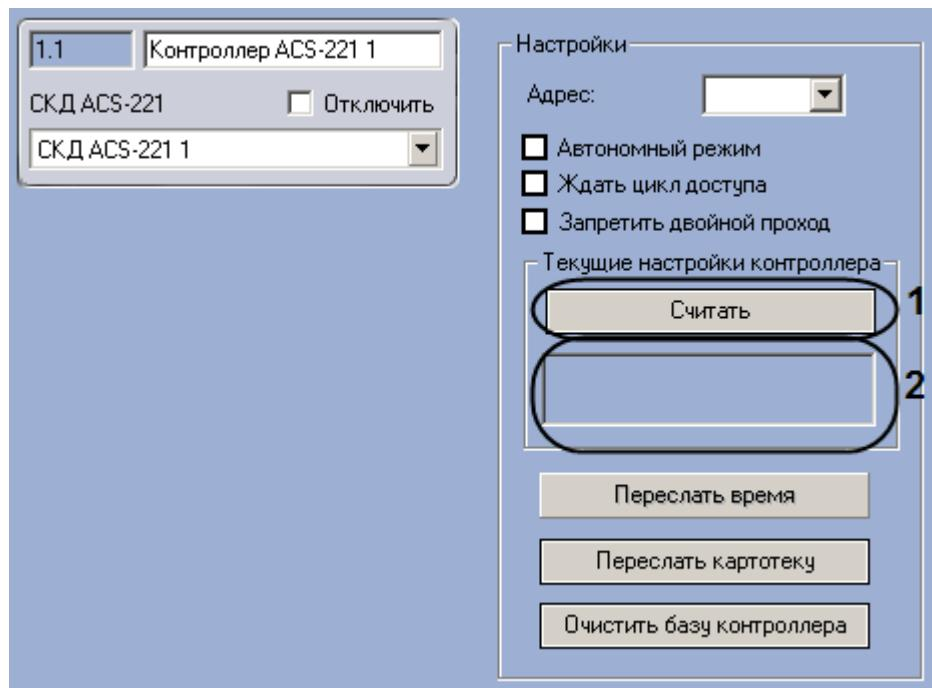

Рис. 3.5—1 Считывание настроек контроллера ACS-221
1. Перейти на панель настроек объекта **Контроллер ACS-221** (Рис. 3.5—1).
2. Нажать на кнопку **Считать** (Рис. 3.5—1, 1).
В расположеннном под кнопкой **Считать** поле (Рис. 3.5—1, 2) будет отображена информация об аппаратной конфигурации и режиме работы контроллера.